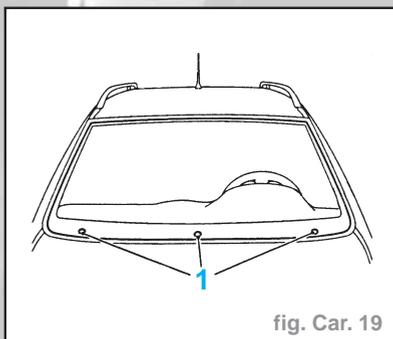

fig. Car. 19
- Coller les butées (1) autocollantes (3 pièces, n° de pièce 90 588 171 n° de catalogue 01 84 476) au cadre - les butées servent d'entretoise entre le pare-brise et le cadre (fig. Car. 19).